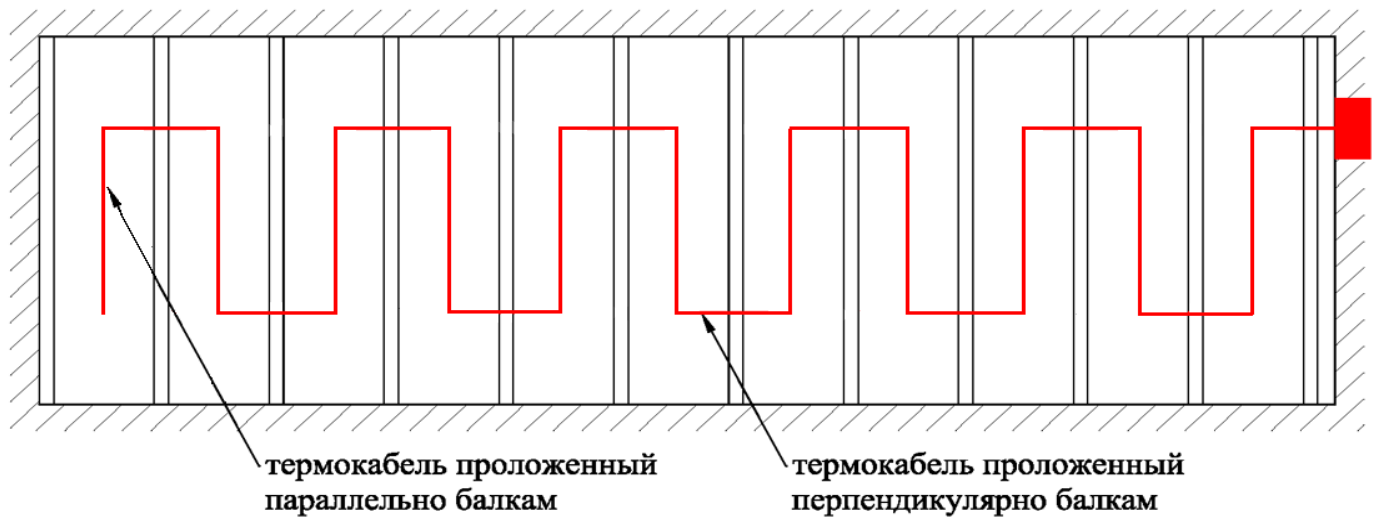

Рисунок 4.3- Размещение теплового линейного пожарного извещателя на балочных конструкциях больше 460 мм
- если балки имеют глубину более 0,46 м и длину большую 2,4 м, каждая площадь, образованная балками (балочный карман), должна рассматриваться как отдельная зона (рис. 4.3).